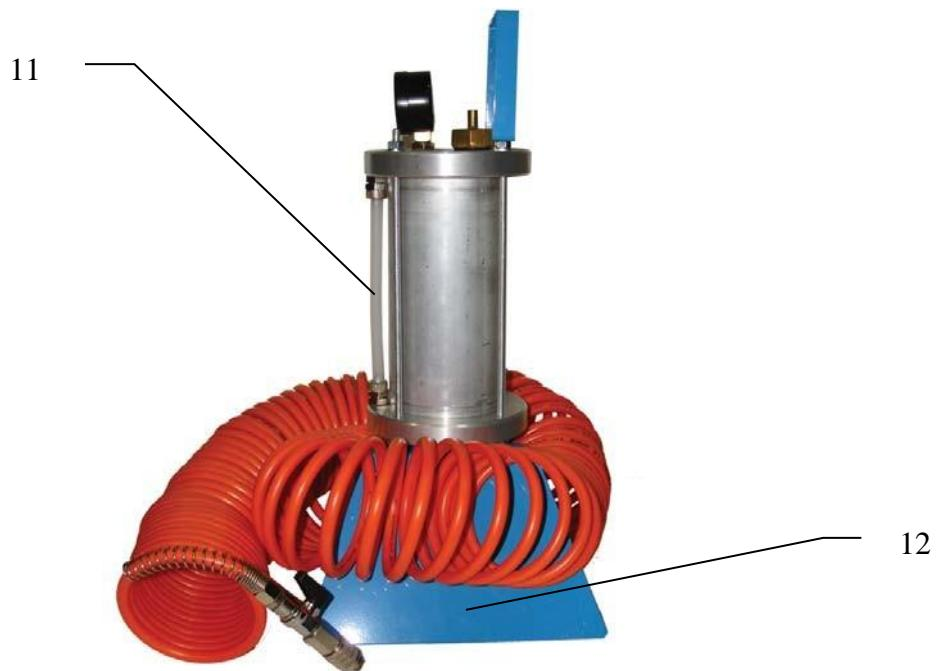

Рис.2 (вид сбоку)
- уровень залитой в Приспособление новой тормозной жидкости визуально можно контролировать с помощью Смотровой трубки (рис.2, поз.11)
- поочерёдно ослабьте затяжку прокачных штуцеров, начиная с задних колёс (при наличии АБС - с её управляющего модуля) либо в порядке согласно руководству по ремонту и обслуживанию автомобиля. При этом отработанная тормозная жидкость через прозрачные шланги начнёт поступать в Канистры сливные (рис.5, поз.4). Визуально контролируйте отсутствие воздушных пузырьков в прозрачных шлангах, а также уровень новой тормозной жидкости в Приспособлении с помощью Смотровой трубки (рис.2, поз.11), не допуская её окончания во избежание «завоздщивания» тормозной системы автомобиля